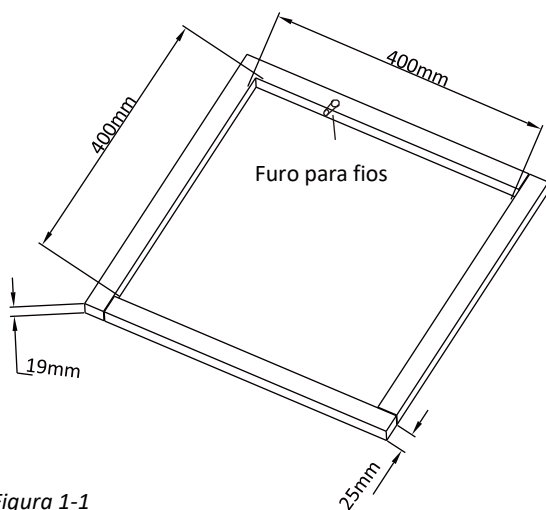

Figura 1-1
Se uma abertura de ventilação do teto não for usada, uma nova abertura (ver figura 1-1) será cortada no teto do veículo. Uma abertura correspondente também terá que ser cortada no teto interno do veículo, tenha cuidado ao cortar a abertura do teto, pois se a abertura do teto estiver acarpetada, pode ocorrer snagging. Após a abertura no teto e no teto interno são do tamanho correto, uma estrutura de suporte emoldurada deve ser colocada entre o topo externo do telhado e o teto interno. A estrutura emoldurada reforçada deve seguir as seguintes diretrizes:
2. Ele deve ser capaz de segurar a superfície externa do telhado e o teto interno separados e apoiá-los, de modo que quando o ar condicionado superior do telhado e o conjunto do teto são aparafusados, não ocorre colapso. Um quadro de suporte típico é mostrado na Figura 1-1.